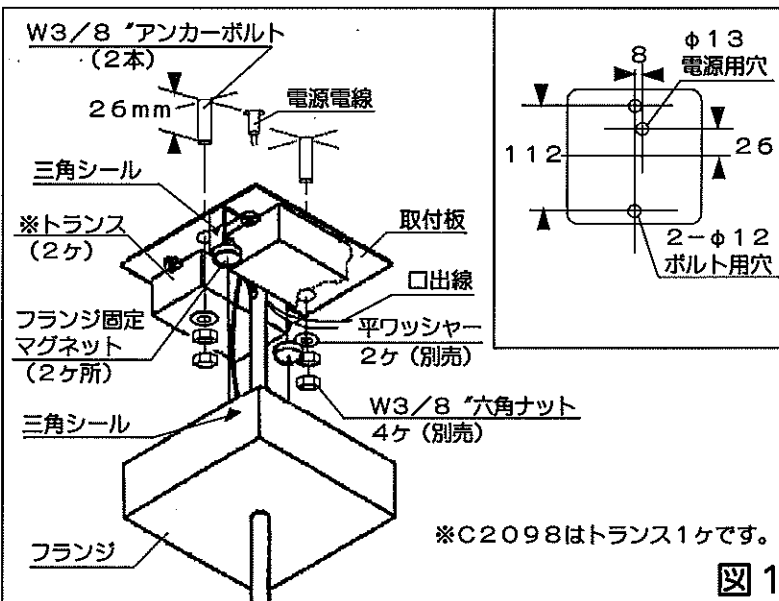

図1
1. 吊り下げ位置にW3/8 "アンカーボルト" (2本) を左図のように天井面より26mmの位置に出しておいてください。(別途施工) (図1参照)
2. 取付板をアンカーボルトにセットし、平ワッシャー (別売) 2ヶとW3/8 "六角ナット" (別売) 4ヶで確実に締め付け固定してください。締め付けがゆるいと器具落下の原因となります。(図1参照)
3. 電源電線と口出線を結線してください。(図1参照)
4. フランジを取付板にセットします。(図1参照) 三角シールの位置を合わせ、フランジを上スライドさせ、フランジ固定マグネット (2ヶ所) で固定します。